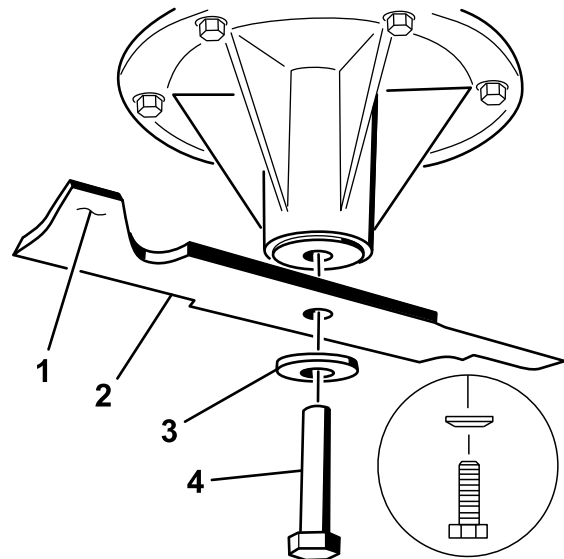

Bild 74
2. Entfernen Sie die Messerschraube, Wellenscheibe und das Messer von der Spindelwelle (Bild 74).